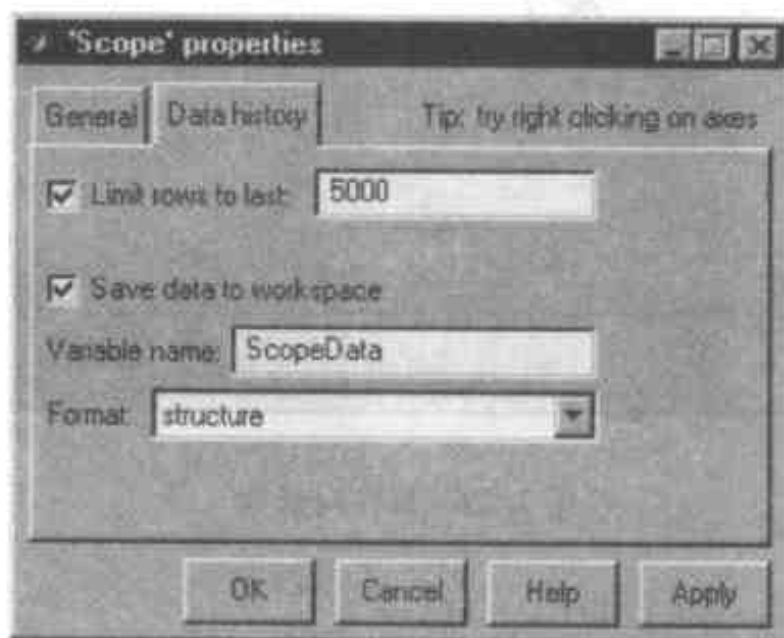

图 7.30 属性对话框(数据历史)
(8) 数据采集和显示控制。用户可以通过 Data History 选项的设置栏控制 Scope 存储和显示的数据量(见图 7.30)。也可以在 Data History 标签中选择将数据存入工作空间。用户点击 Apply 或 OK 按钮应用当前参数和选项。栏内所显示的值就是在下一个仿真中应用的值。